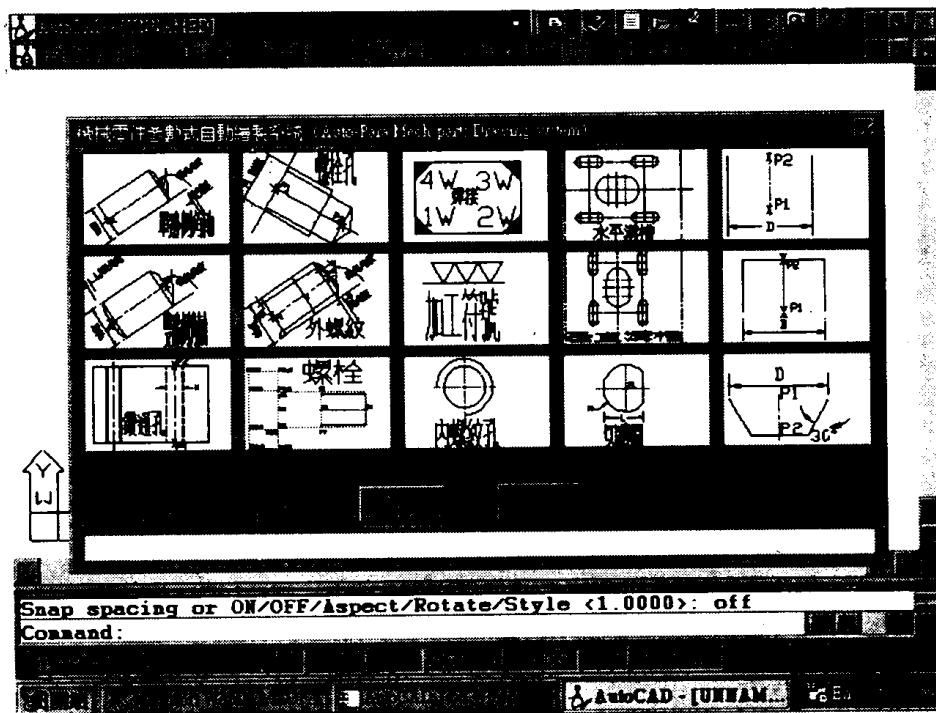

图 0-9
(4)2D 机械制图,轮廓自动绘制,及零件参数式绘制系统:如图 0-9、0-10 所示。